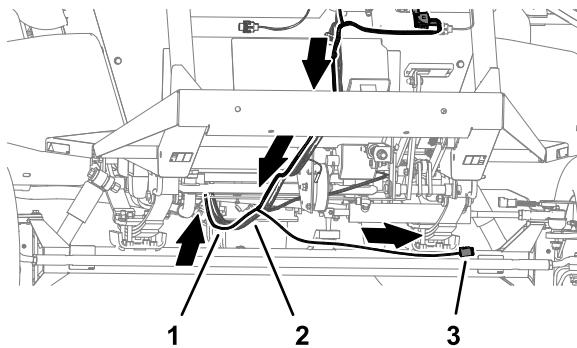

図 94
1. キットのワイヤーハーネスをマシンのワイヤーハーネスに沿って後方に配線します (図 94)。
2. WHEEL ANGLE SENSORというラベルの付いたコネクタを備えたワイヤーハーネスの分岐を、フロントアクスルチューブの背面に沿って配線します(図 94)。